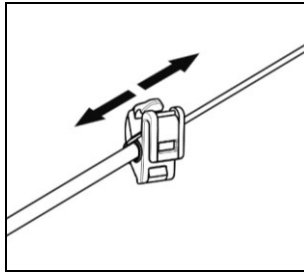

Abb. 24
- Richten Sie das Mikrophon aus (Abb. 24).